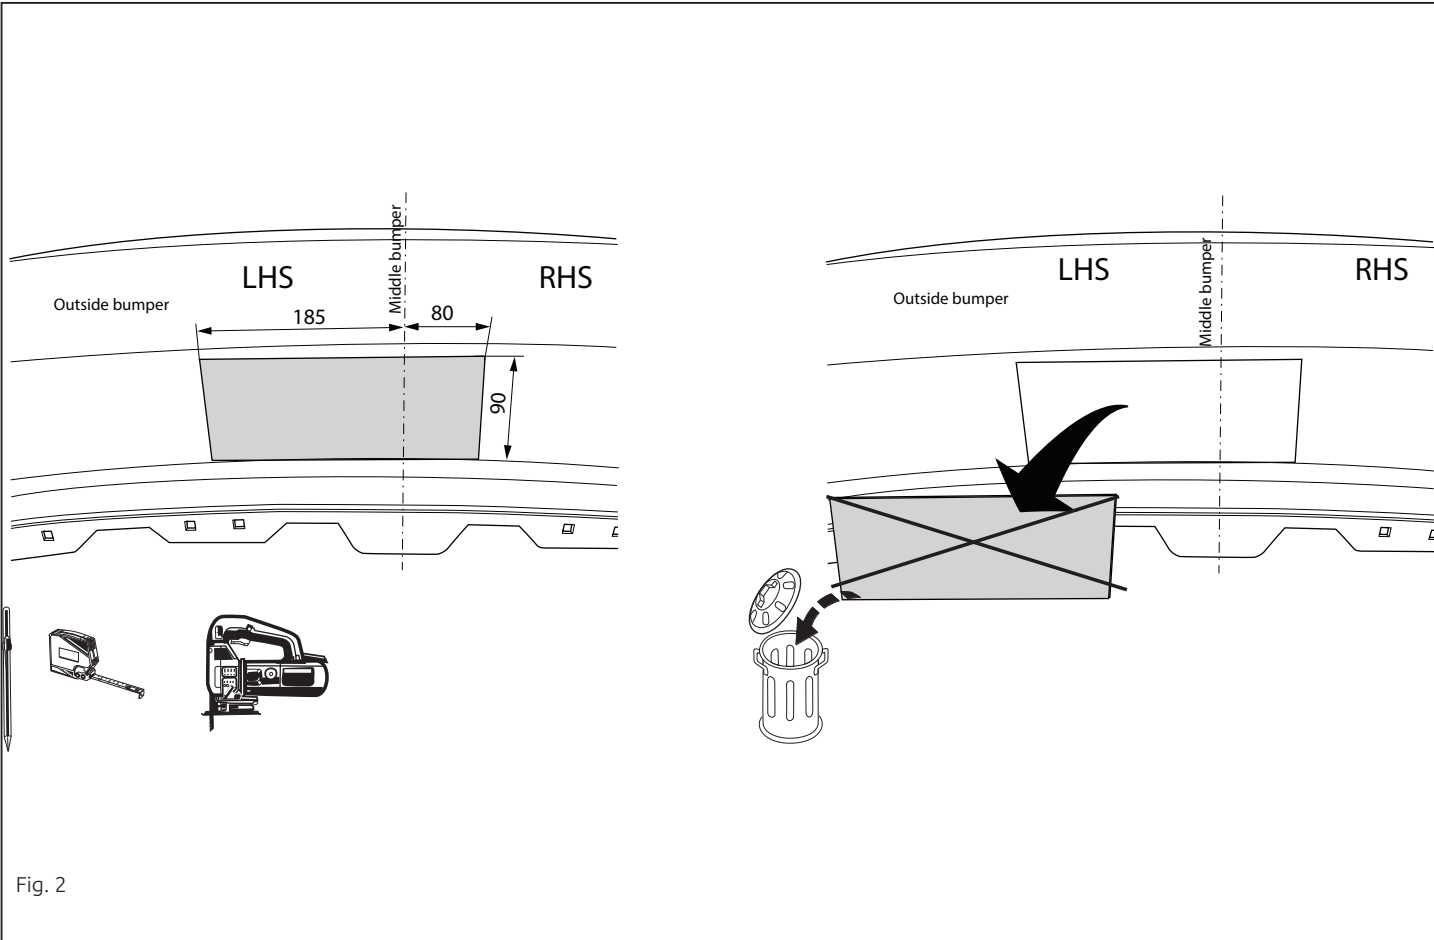

Fig. 2
6. **Внимание! При необходимости:** Выпилить часть из бампера в середине снизу, как указано на рис. 2.